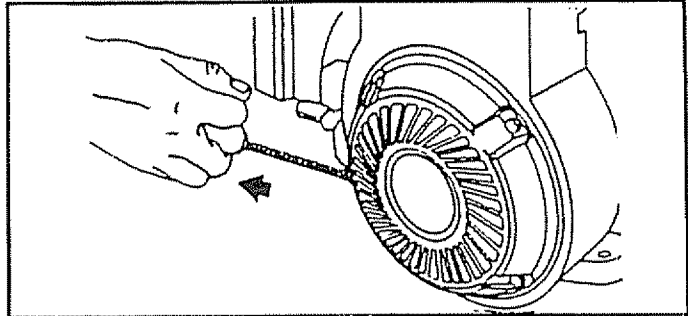

FIG. 21
- Agarre la manija de retroceso de encendido del motor y tirela hacia atrás lentamente hasta que esta se ponga tensa. Deje que la soga se enrosque lentamente. Después tire de la soga con un movimiento de brazo completo y rápido. Deje que la soga regrese lentamente (Fig. 21).